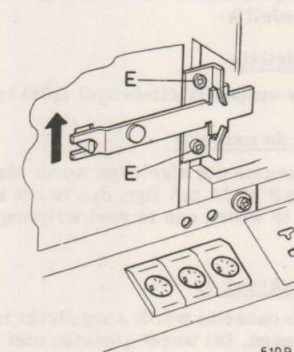

Fig. 15
- . Verwijder het plastic beugeltje op de schuif, door het nokje van het beugeltje uit het gat in de schuif te drukken (zie fig. 15), daarbij de schuif zo ver mogelijk omhoog schuiven en het beugeltje naar beneden van de schakelaarschuif afschuiven.